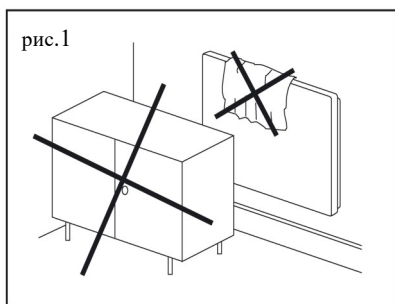

рис.2
- **Для крепления панелей к гипсокартонным/гипсоволокнистым потолкам не разрешается применять саморезные шпонки, см. рис. 2.**